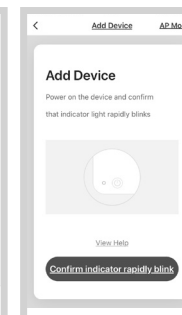

Fig. 8
- Confirmer «L'indicateur de confirmation clignote rapidement» (Fig. 8)